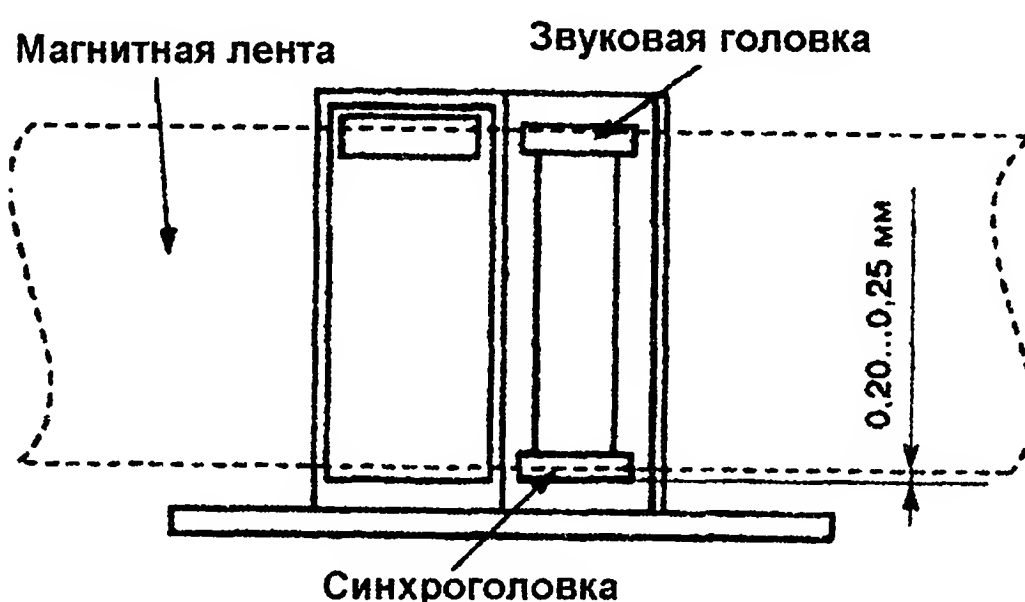

Рис. 80. Регулировка высоты блока неподвижных головок
3. В режиме воспроизведения измерительной ленты, используя зубоvрачебное зеркало для контроля за поверхностью звуковой головки и вращая гайку регулировки высоты блока неподвижных головок, установите зазор между нижней кромкой ленты и нижней гранью синхроголовки примерно равным 0,25 мм, как показано на рис. 80.